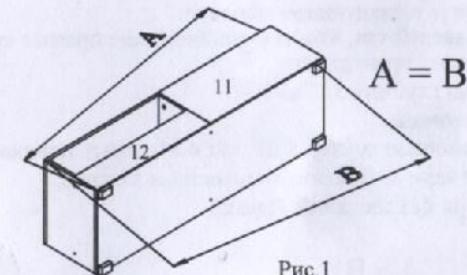

Рис.1
7. Прибить гвоздями детали 11 и 12 к деталям 1, 2, 3, 4, 5 и 6, предварительно обеспечив прямуюгольность каркаса тумбы (диагонали должны быть равны рис. 1).